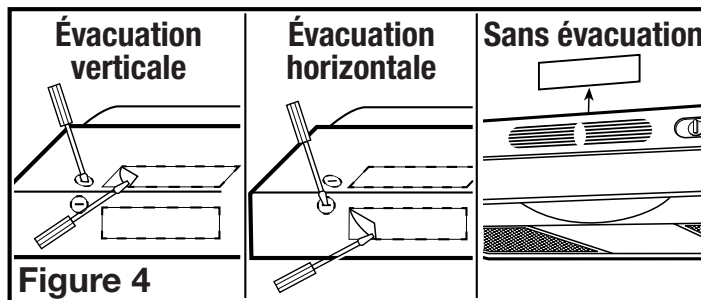

Figure 4
- Évacuation horizontale ou verticale** - Retirez la pièce rectangulaire défonçable. Pour ce faire, insérez un tournevis dans le pourtour et brisez les attaches qui le retiennent. Enlevez ensuite la pièce avec des pinces (**Figure 4**).
- Sans évacuation** - Soulevez et retirez le panneau de l'évent situé derrière la grille, exposant ainsi l'entrée d'air frontale. N'utilisez pas de tournevis ni tout autre objet qui pourrait égratigner la hotte (**Figure 4**).
- Déterminez où le service électrique entrera dans la hotte et enlevez l'entrée défonçable électrique appropriée en insérant un tournevis dans la fente et le remuant dans les deux sens jusqu'à ce que l'entrée se détache (**Figure 4**).
REMARQUE : INSTALLATION SANS ÉVACUATION SEULEMENT, Si ce n'est déjà fait, retirez le panneau de l'évent situé derrière la grille (Figure 4).